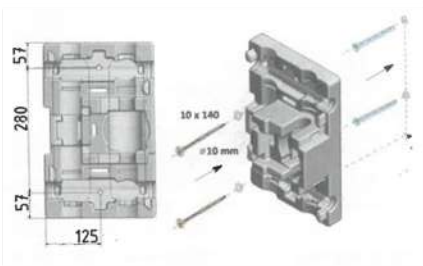

Abb.4: Pumpengruppe Wandmontage
Ablauf der Installation der Pumpengruppe direkt an die Wand (Abb. 4):
2. Iso-Unterschale an der Wand positionieren und Bohrlöcher markieren oder alternativ die Lochbemaßung gemäß Abb. 4 markieren.